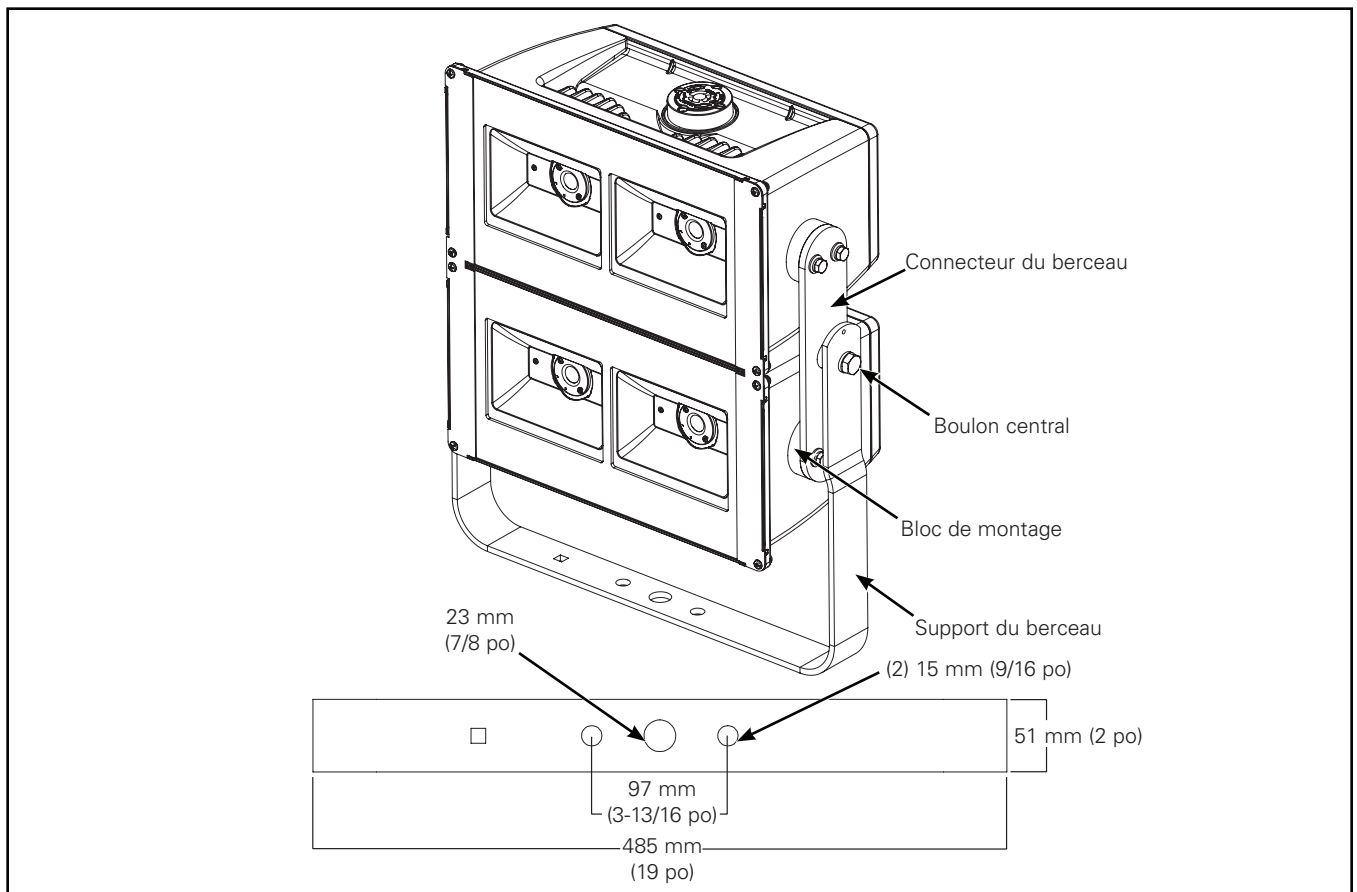

Figure 3
Montage sur berceau (Figure 3).
- Desserrez mais ne retirez pas (2) boulons centraux. (Figure 3).